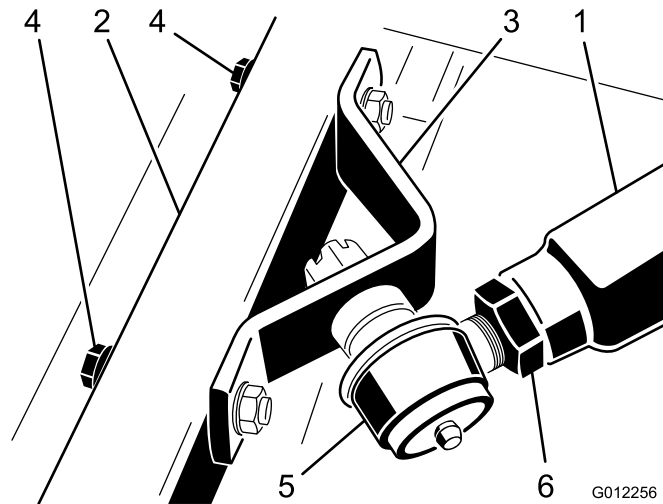

Figura 20
5. Peça ajuda a uma pessoa para pressionar o braço direito enquanto remove os parafusos, anilhas chatas e porcas de bloqueio que prendem a rótula esférica ao braço da roda giratória da unidade de corte (Figura 20). O ajudante pode agora, cuidadosamente, permitir o movimento ascendente do braço, que gradualmente libertará os 45 kg de força da mola.
3. Peça a outra pessoa que pressione o braço direito para baixo até que os furos da rótula esférica fiquem alinhados com os furos do braço da roda giratória (Figura 20).